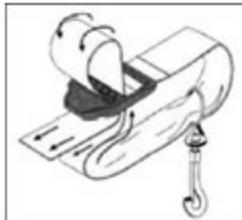

Рис. 9
1. Проденьте ремень в центральное отверстие пряжки. (рис.9)
2. Вставьте ремень через перемычку пряжки и проденьте в переднюю прорезь пряжки ремня. (рис.9).